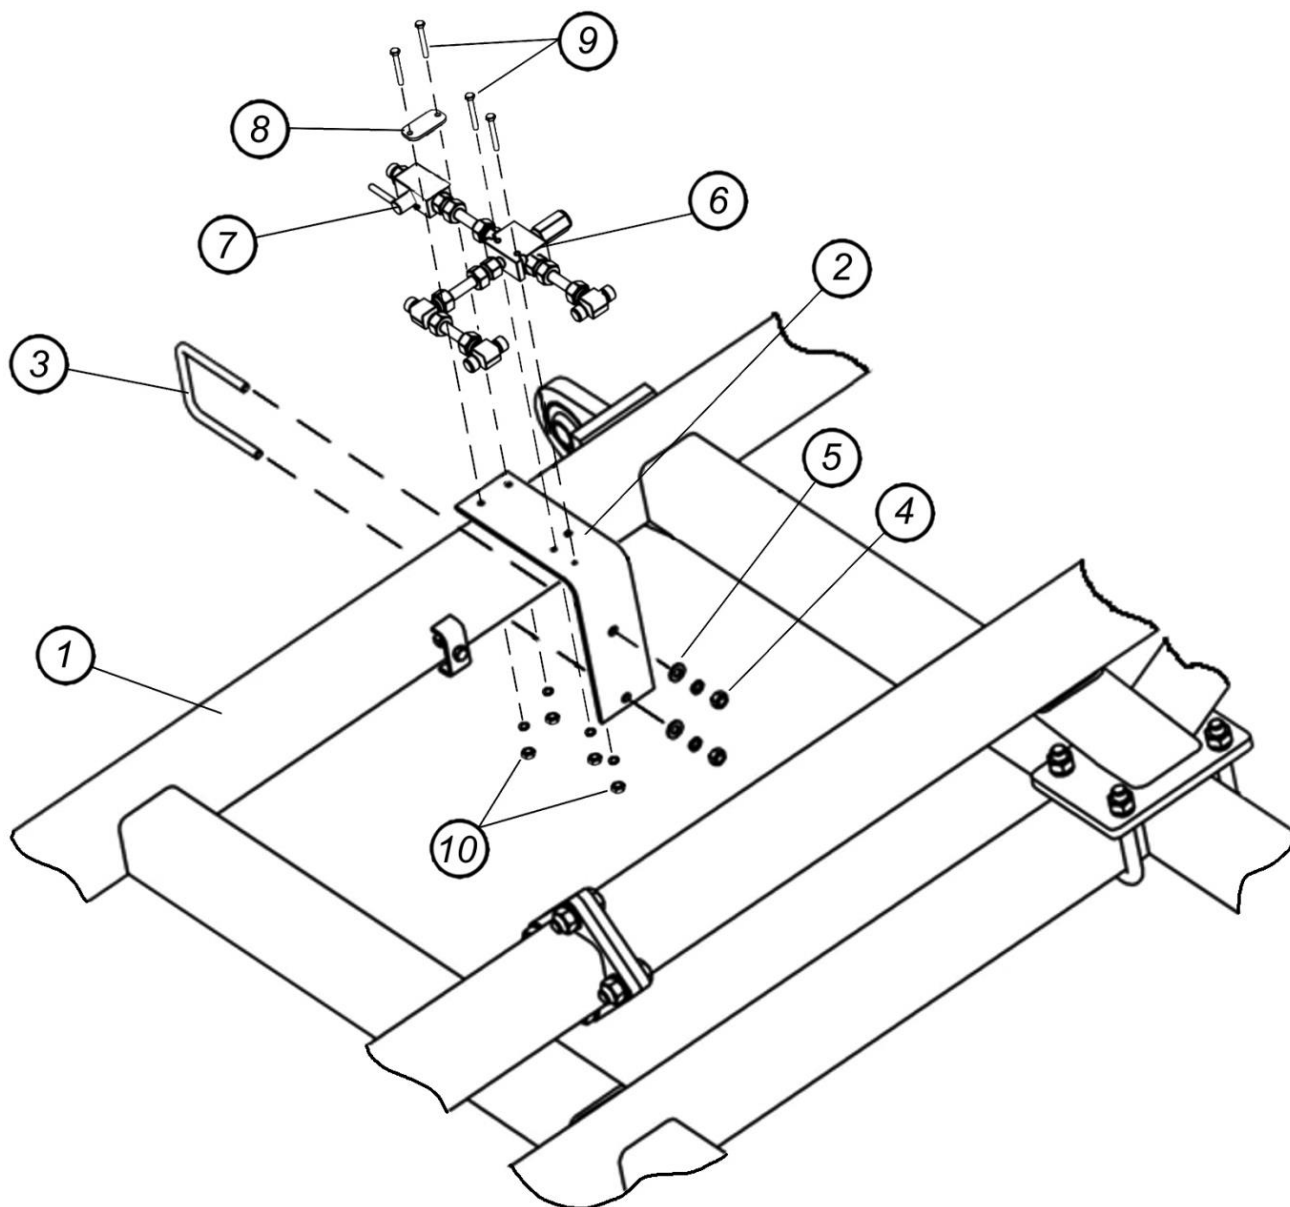

Рис.7.1.13. Кран фиксации крыльев
7.1.13. Кран фиксации крыльев (рис.7.1.13)